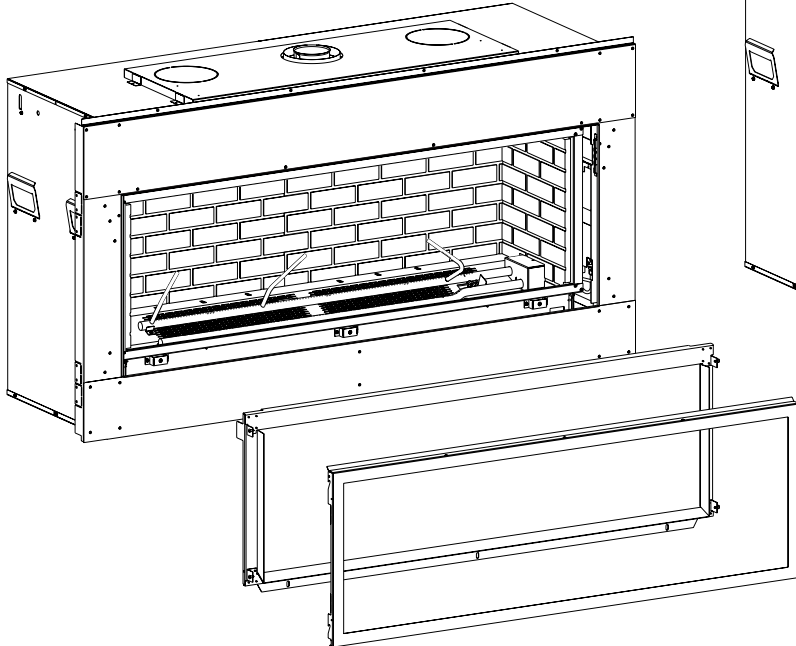

Figure 25
1. Retirez les éléments suivants : **Voir Figure 25.**